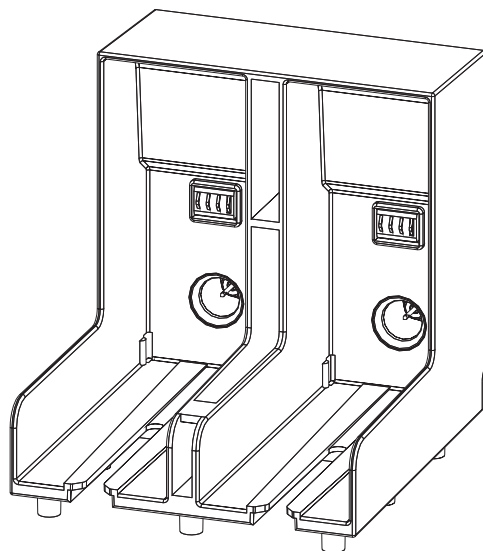

Рис. 6-3: Разъем держателя картриджа
- 5 Вставьте новый картридж для чернил в держатель для картриджа, совместив ключ картриджа с соответствующим пазом держателя (смотрите Рис. 6-3 на странице 6-5).